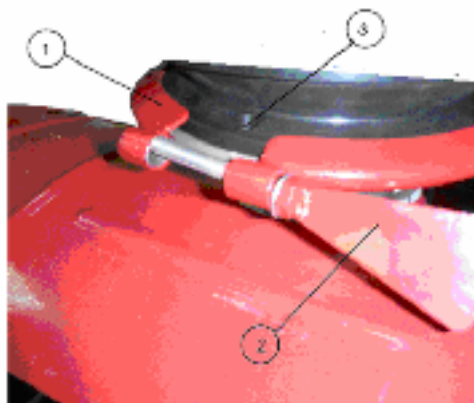

Рис. 14.
3. Выкрутить болт крепления (см. рис.14, поз.2) соединительного хомута (поз.1).
3. Установить соединительный хомут (см. рис.14, поз.1) на посадочные кольца корпуса сцепления и редуктора и зафиксировать его болтом крепления (см. рис.14, поз.2).